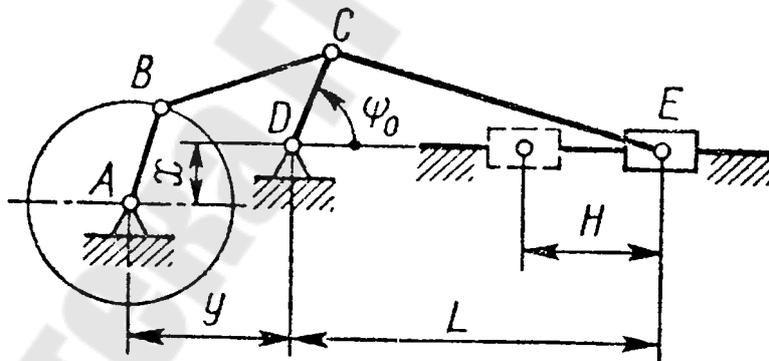

Рис.6
1. Спроектировать схему механизма качающегося конвейера (рис. 6.), если задано максимальное расстояние  $L$  ползуна от центра шарнира  $D$  коромысла, ход ползуна  $H$ , длина коромысла  $l_{DC}$  и его угловая координата  $\psi_0$  в крайнем правом положении, относительные координаты  $x$  и  $y$  шарнира  $D$ . Исходные данные приведены в табл.6.1. Определить скорость и ускорение точки  $C$ , если угловая скорость звена  $AB$   $\omega_{AB} = 20 \text{ с}^{-1}$ , для положения, когда кривошип составляет угол  $\varphi = 60^\circ$  к горизонтальной прямой.